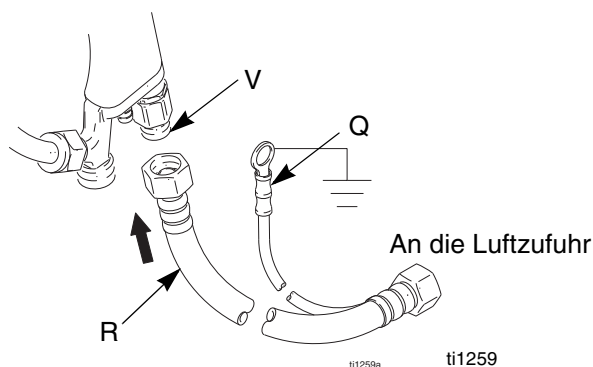

ABB. 2
- Den geerdeten Graco-Luftzufuhrschlauch (R) mit der Luftzufuhrleitung und dem Luftenlass (V) der Pistole verbinden (ABB. 2). Der Luftenlassanschluss der Pistole besitzt ein linksdrehendes Gewinde. Den Erdungsdraht (Q) des Luftschlauches mit einer guten Erdleitung verbinden.